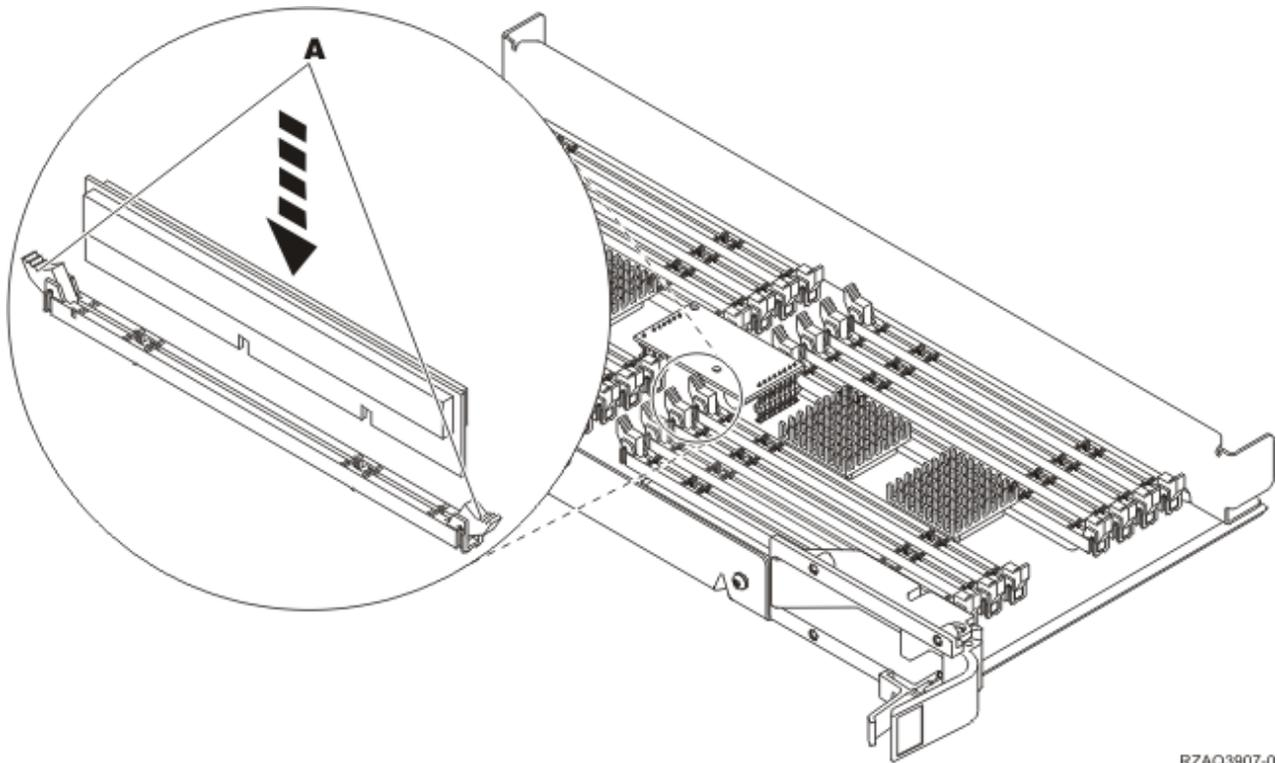

Figura 8. Instalar Placas de Memória
- \_\_ b. Alinhe a placa conforme está exemplificado na Figura 8 na página 10.